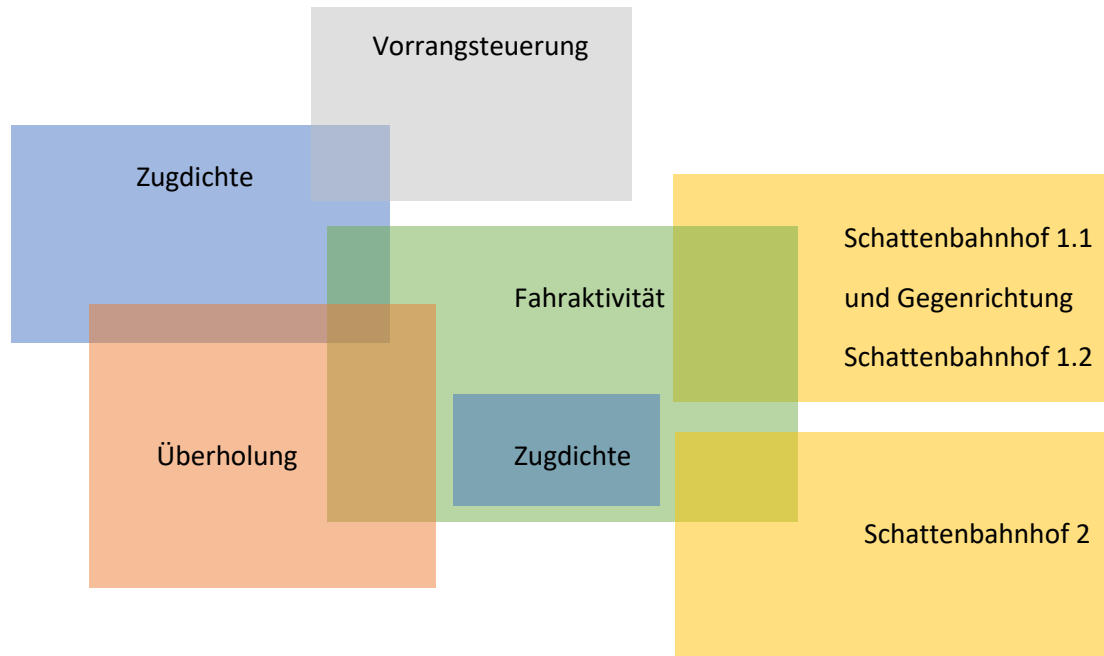

Abb. 14.2
- Mehrere FDL-Bereiche dürfen sich überlappen oder verschachtelt sein (Abb. 14.2). Egal, ob diese FDL vom gleichen Typ sind oder nicht. Ausnahme wieder beim FDL-SBS. Dieser darf sich mit keinem anderen FDL überlappen, außer mit einem FDL-SBS für die Gegenrichtung, dem FDL-FA und FDL-FPA. Der FDL-EXPERT ist hier nicht extra aufgeführt. Solange er nur eine Zählfunktion ausführt, darf er sich in jedem Bereich eines anderen FDL befinden. Sperrt er auch Fahrstraßen, darf er sich nicht mit einem FDL-SBS überschneiden.